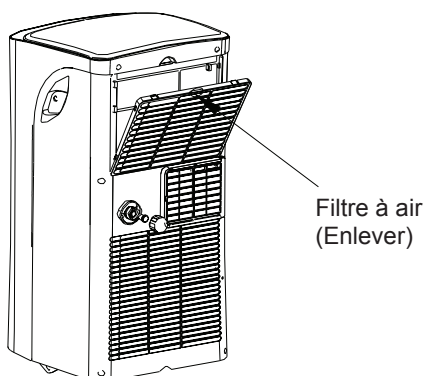

Fig.24
Retirez le filtre à air en suivant la flèche de direction (Fig. 24).
- Retirez la fiche de la sortie de drainage inférieure, l'eau dans le bac inférieur s'échappera (voir Fig.24).